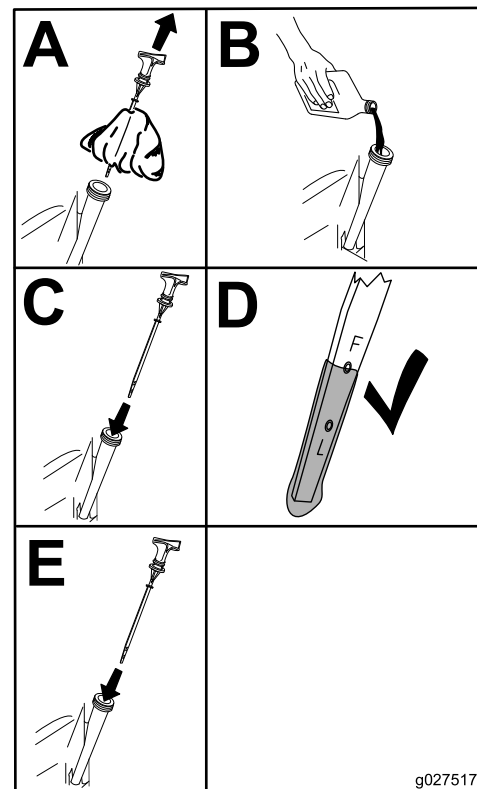

Figura 34
5. Vierta lentamente un 80% aproximadamente de la cantidad especificada de aceite por el tubo de llenado (Figura 34).